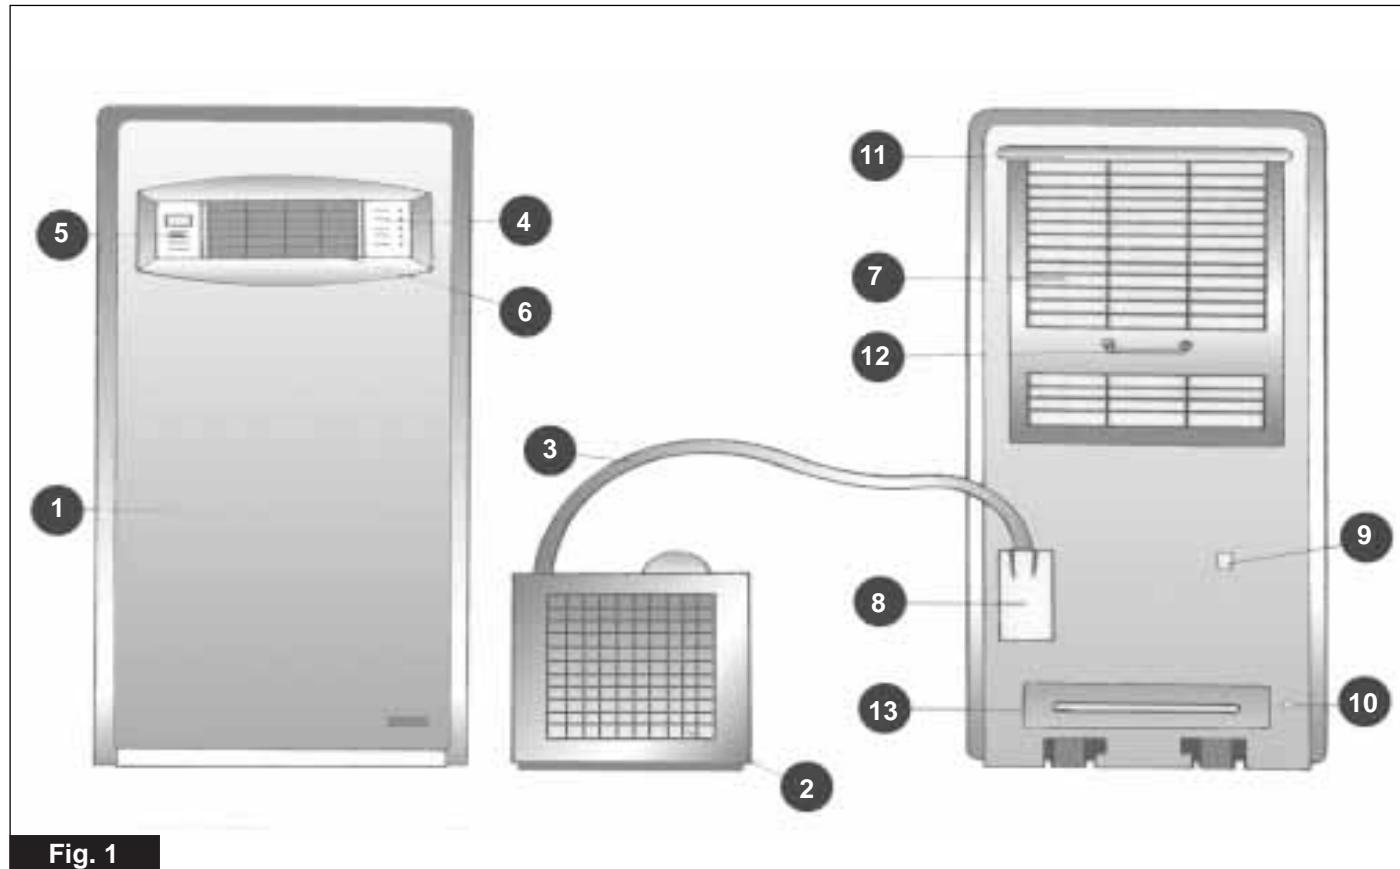

Fig. 1
- Il totale arresto del CLIMATIZZATORE, nonostante che vi sia la normale alimentazione elettrica, può essere dovuto all'intervento di una sicurezza interna che impedisce la fuoriuscita di acqua. Prima di chiama-re il centro assistenza privata a drenare l'acqua contenuta nel CLIMA-TIZZATORE togliendo il tappo apposito (Fig. 1). Se l'inconveniente dovesse rriverificarsi fate controllare il Vs. climatizzatore da un tecnico specializzato.
- Si le CLIMATISEUR s'arrête complètement, malgré une alimentation électrique normale, ceci est peut être dû à l'activation d'une sécurité interne qui empêche l'eau de s'évacuer. Avant d'appeler le centre d'assistance, essayer de drainer l'eau contenue dans le CLIMATISEUR en enlevant le bouchon spécial (Fig. 1). Si l'inconveni ent se reproduit, faites contrôler l'appareil par un technicien spécialisé.
- If the AIR CONDITIONER stops completely, even when the electrical supply is functioning normally, this could be due to the intervention of an internal safety device which impedes the outflow of water. Before calling the service centre, try draining the water from the unit by removing the air plug (Fig. 1). If the problem persists, have your air conditioner checked by a specialized technician.
- Den Verbindungsschlauch der beiden Geräte nicht knicken oder verbiegen. Sollte das Klimagerät trotz regelmäßiger Stromversorgung nicht anlaufen, so kann eine interne Sicherung angesprochen haben, die den Wasserauslauf verhindert. Vor Inanspruchnahme des Kundendienstes versuchen, das im Gerät enthaltene Wasser durch Abnahme des Stöpsels (Fig. 1) auslaufen zu lassen. Sollte dieses Problem wiederholt eintreten, so ist das Gerät von einem Techniker zu prüfen.
- Si el ACONDICIONADOR se para completamente a pesar de la normal alimentación eléctrica, puede ser que ello se deba a la activación de una seguridad interna que impide la evacuación del agua. Antes de llamar al centro de asistencia, trate de vaciar el agua contenida en el ACONDICIONADOR quitando el tapón correspondiente (Fig. 1). Si el inconveniente se repite haga controlar su acondicionador por un técnico especializado.
- Als de airconditioner stopt ondanks juiste stroomvoorziening kan dit veroorzaakt worden door een interne beveiliging die de condenswaterafvoer controleert. Voor de servicedienst te raadplegen kunt u zelf de ontluchtingsplug verwijderen zodat het water kan weglopen (fig 1). Als dit probleem zich herhaald, laat dan het apparaat controleren door de erkende vakman.
ONDERDELENLIJST (Fig. 1)